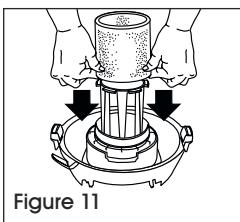

Figure 11
1. Alors que le couvercle du réservoir est en position renversée, faites glisser le manchon de mousse par-dessus la cage du couvercle. (Voir Figure 11)